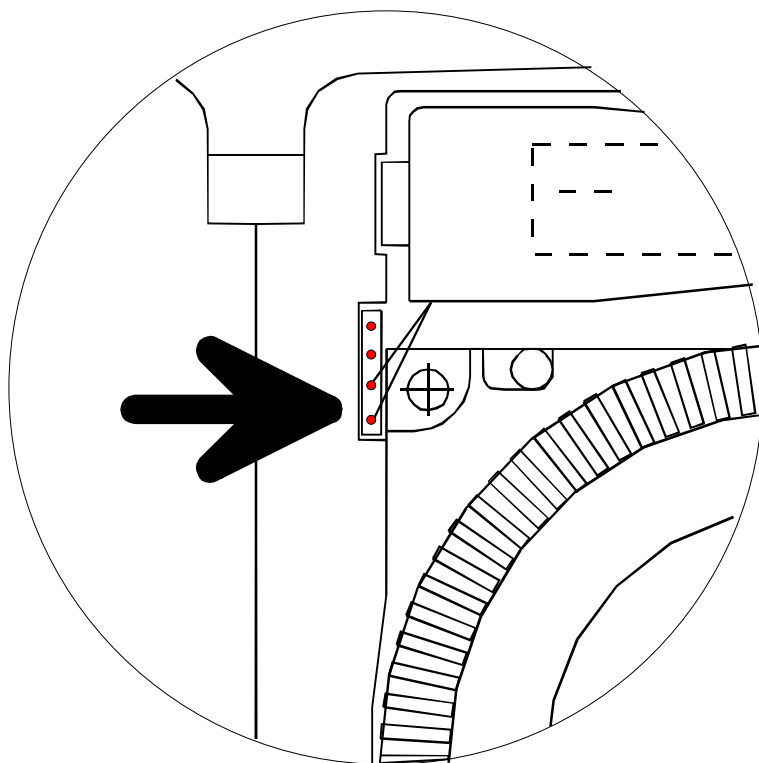

Fig. 5.3.9 # 2
BAXI PF 3 (*Ikke BAXI PF 3 Man og BAXI PF 3 Solo Man*) leveres med ECL 100B Comfort der har stik for batteri til urets gangreserve. Dette batteristik (A) skal tilsluttes, så ledningerne vender nederst (Se fig. 5.3.9#2) derefter placeres batteriboxen (B) over uret.
081302 Fig. 5.3.9 # 1